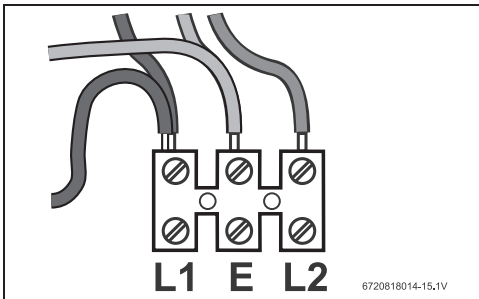

Fig. 18 Cable eléctrico
- ▶ Conecte los cables al bloque terminal y a la clavija de tierra (Fig. 18):